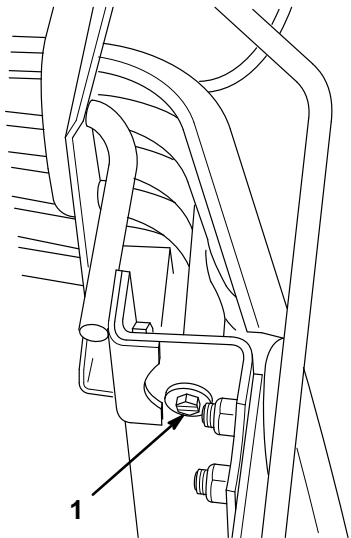

Figure 51
2. Déposer la calandre du tracteur: soulever le capot et dévisser les deux vis et rondelles de fixation de la calandre (Fig. 51), puis refermer le capot et tirer la calandre vers soi.
7. Remonter la calandre du tracteur et la fixer à l'aide des deux vis et rondelles enlevées précédemment (Fig. 51).
6. Remonter la calandre du tracteur et la fixer à l'aide des deux vis et rondelles enlevées précédemment (Fig. 51).